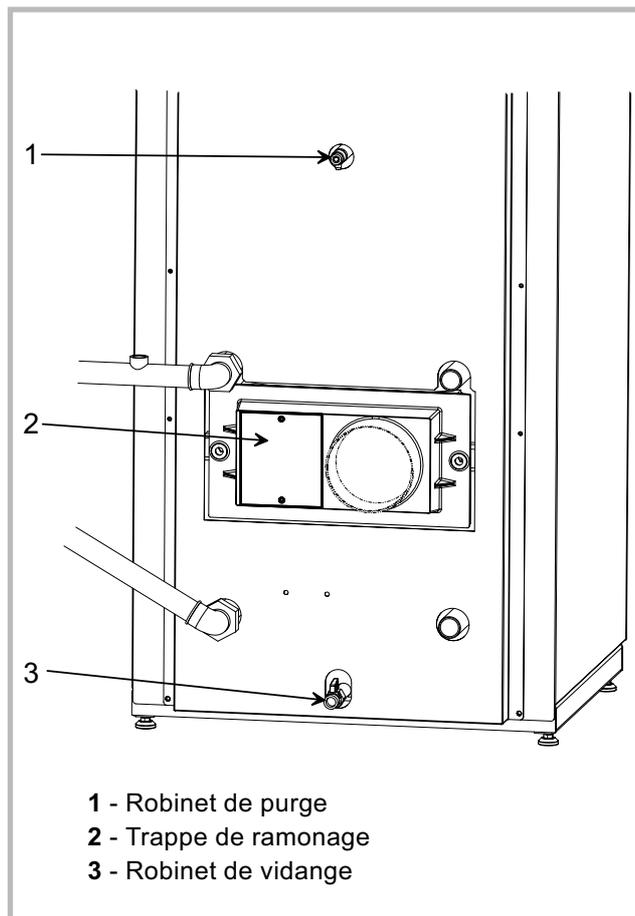

Figure 22 - Arrière de la chaudière
- Ouvrir le robinet de purge (rep. 1, fig. 22) jusqu'à l'obtention d'un jet d'eau continu, puis refermer le robinet.